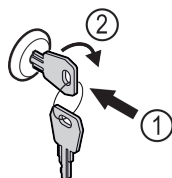

Fig. 196 Esimerkkikuva
- Paina avain lukkoon Fig. 196 (1).
- Kierrä avainta 90° myötäpäivään Fig. 196 (2).